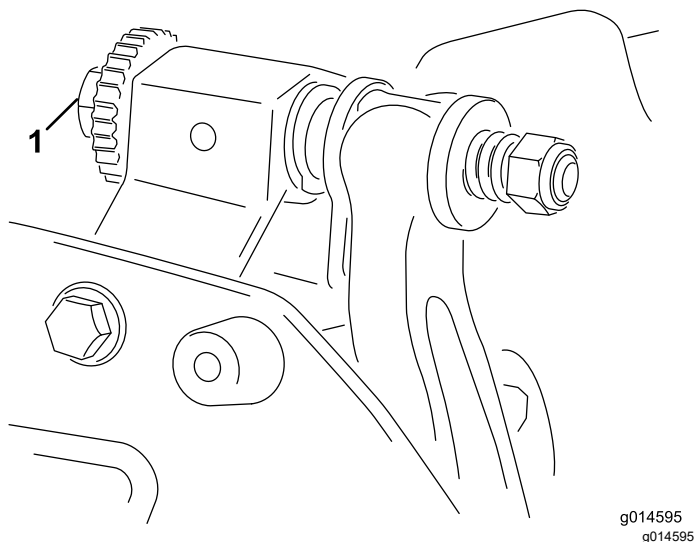

Bild 5
6. Drehen Sie die Einstellschraube des rechten Untermesserträgers (Bild 5), bis Sie einen leichten Druck (d. h. Widerstand) an der Beilagscheibe spüren, wenn Sie sie von einer zur anderen Seite verschieben. Entfernen Sie die Beilagscheibe.